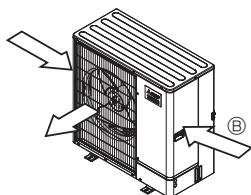

Fig. 2-4
- ③ Εγκαταστήστε τη μονάδα με τρόπο ώστε ο αέρας που βγαίνει από το στόμιο εξαγωγής να φυσά βλάστη σε σχέση με την κατεύθυνση του ανέμου, εάν αυτό είναι δυνατό. (Fig. 2-4)